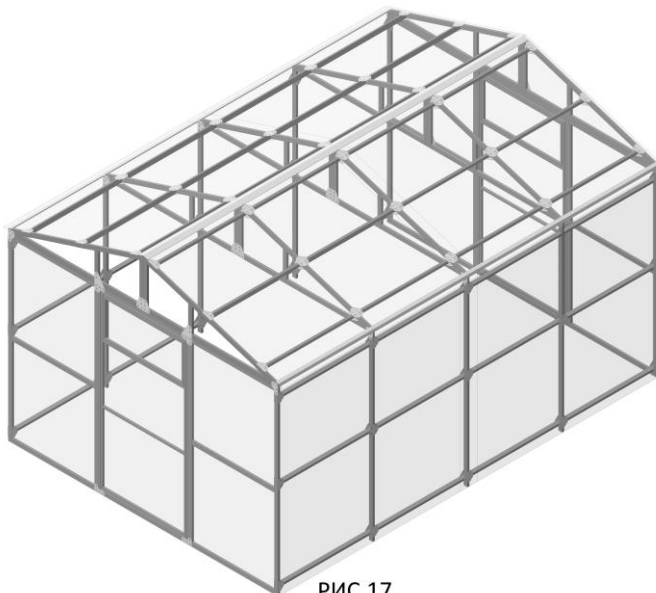

РИС.17
4.2.10. Затем зашиваются боковые стороны теплицы. Между собой по длине листы поликарбоната устанавливаются внахлест с расстоянием свыше 50 мм. Панели необходимо тщательно выровнять и закрепить саморезами 4,8×19 мм с прорезиненными шайбами EPDM (РИС. 17).